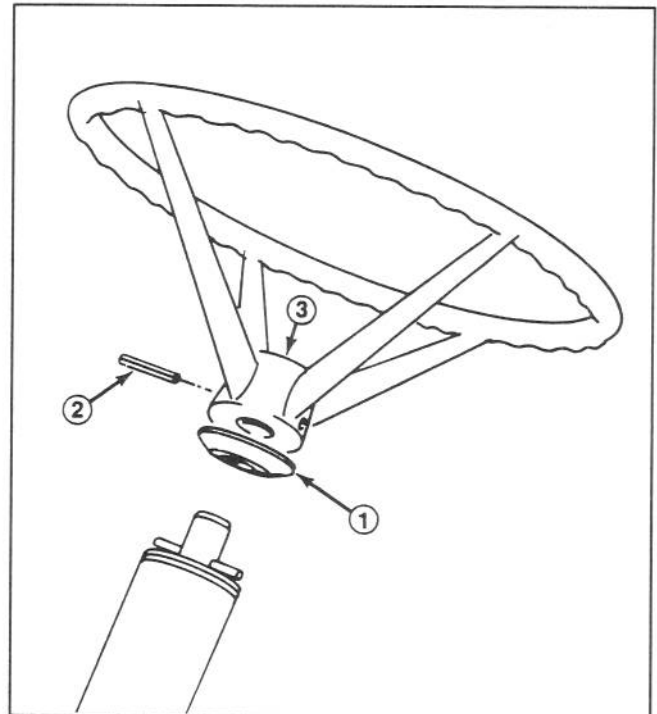

Figure 2
1. Glisser l'entretoise sur l'arbre du volant jusqu'à ce que la rainure s'ajuste sur la goupille cylindrique de l'arbre (Fig. 2).
Remarque: Le conducteur devrait pouvoir lire l'emblème du volant (Fig. 2) lorsqu'il est assis et que les roues sont droites.